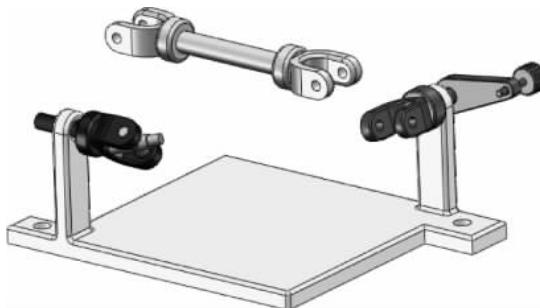

图 3-63 插入叉
(1) 单击【装配体】工具栏中的【插入零部件】按钮 ，弹出【插入零部件】的属性设置。单击【浏览】按钮，在弹出的【打开】对话框中选择零件【叉】，单击【打开】按钮，在图形区域的合适位置单击插入，如图 3-63 所示。